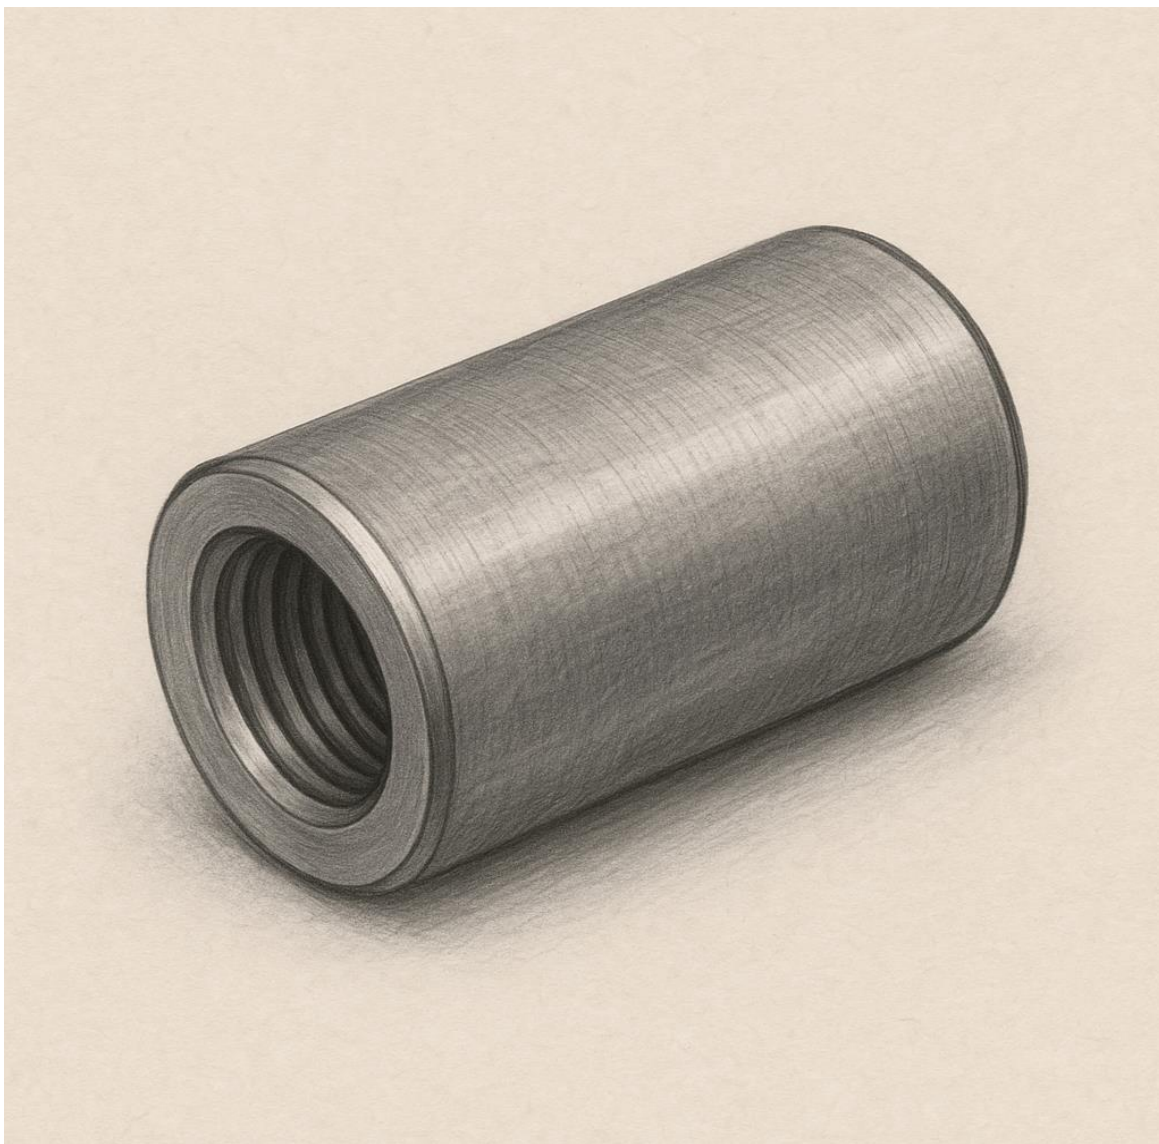

Рисунок 1
1. Проанализируй задание и разработай технологическую схему изготовления детали (Рисунок 1). Технологическая схема должна содержать выбранный способ базирования и перехвата/оправки с кратким обоснованием (1–2 предложения).